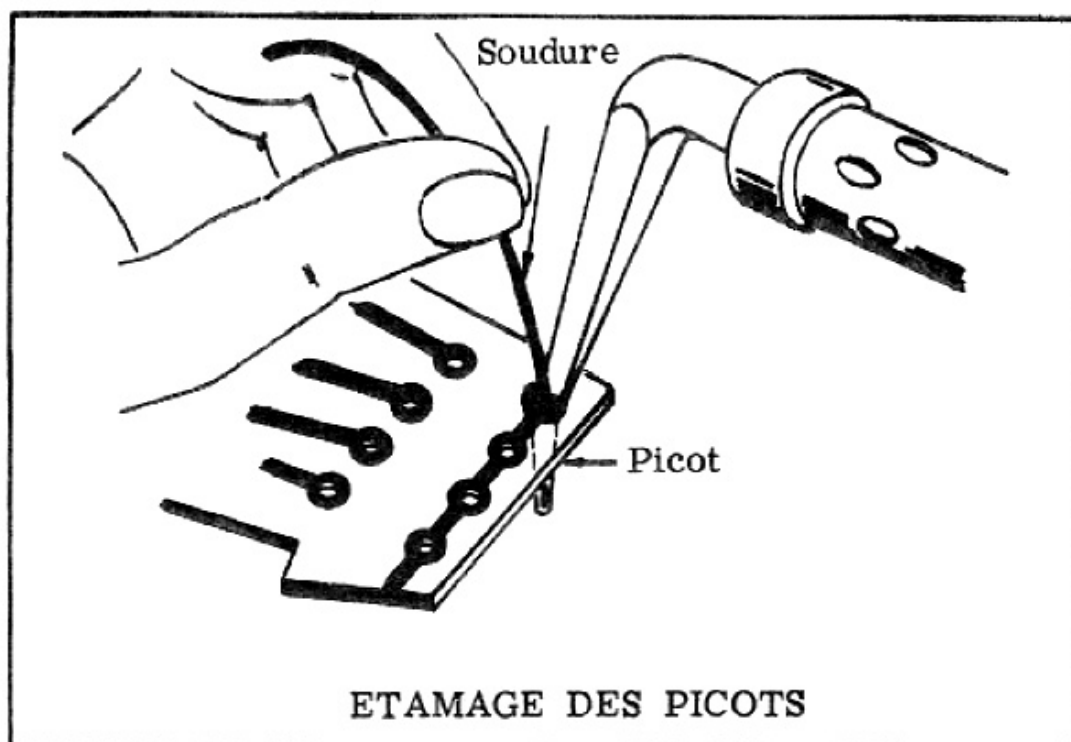

Figure 13
- Pour bien effectuer cette opération, faites fondre sur la base de chaque picot de la soudure en quantité suffisante pour bien recouvrir le point de rivetage (*figure 13*). De cette manière un bon contact électrique est assuré entre le picot et la bande de cuivre sur laquelle il est fixé.